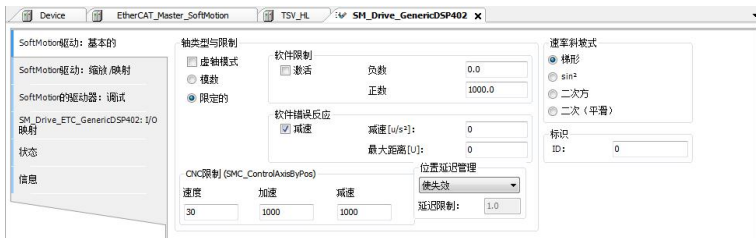

图 16
③设置电机参数设置。电机基本参数可根据实际修改（图 16）参数说明（图 17）。